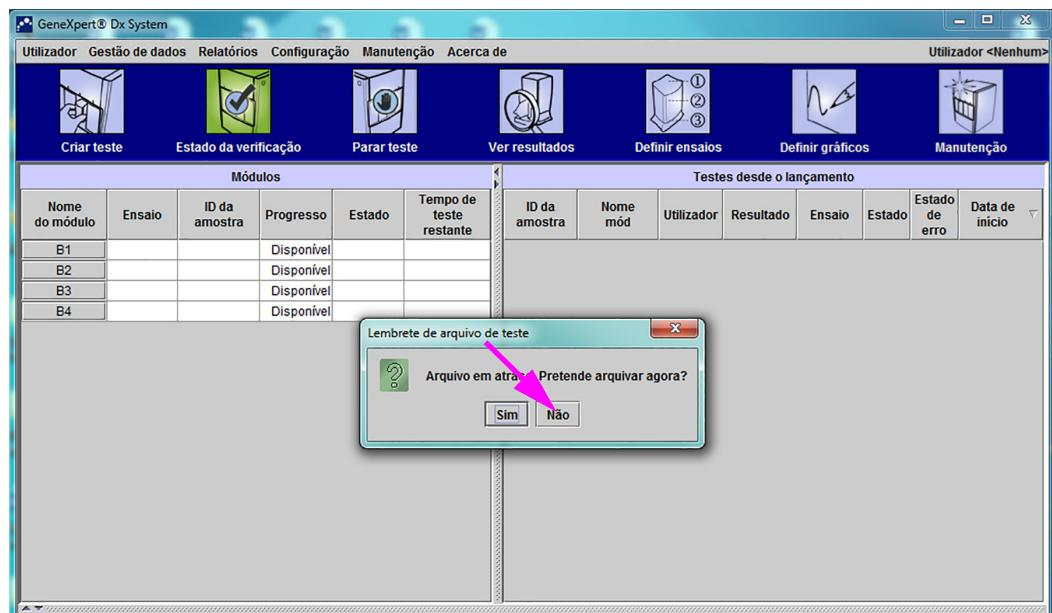
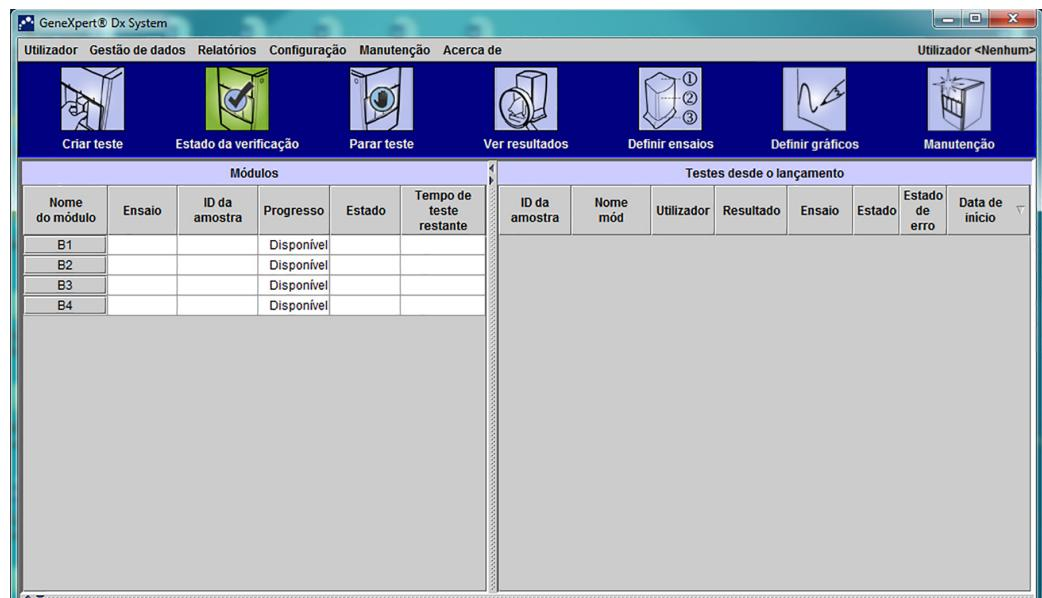

Figura 2-54. Janela do sistema GeneXpert Dx com a caixa de diálogo Lembrete de arquivo de teste sobreposta
Figura 2-55. Janela GeneXpert Dx System
3. Na caixa Lembrete de arquivo de teste, clique em **NÃO** para prosseguir (ver figura 2-54). Surge o ecrã do sistema GeneXpert Dx (ver figura 2-55).
Antes de começar a utilizar o software Sistema GeneXpert Dx, é necessário definir o administrador do Sistema GeneXpert Dx e outros utilizadores do sistema. Todas as funções de administrador estão acessíveis no menu Configuração, na janela GeneXpert Dx System. Consulte a figura 2-55.